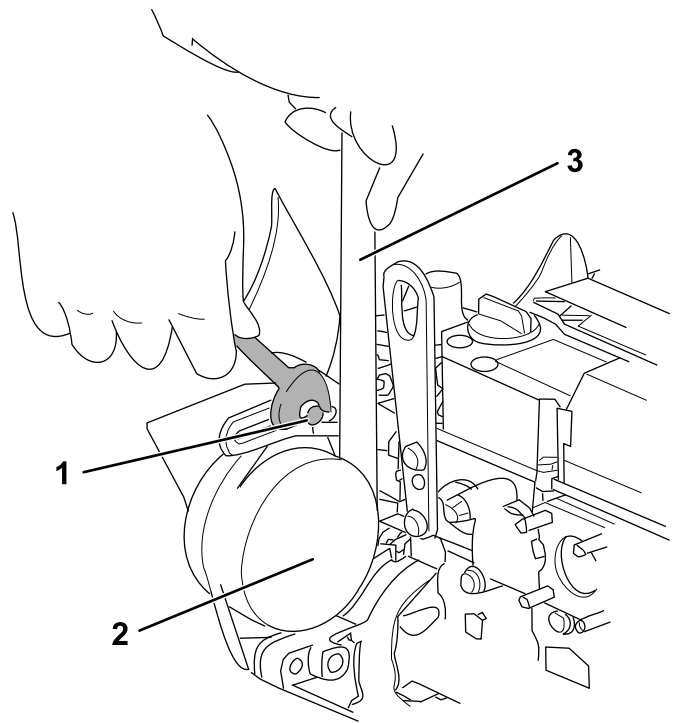

Figure 64
3. Desserrez les boulons de réglage et les écrous, déplacez l'alternateur au moyen d'une clé afin de tendre la courroie correctement (Figure 64).
4. Resserrez les boulons de réglage et les écrous (Figure 64).